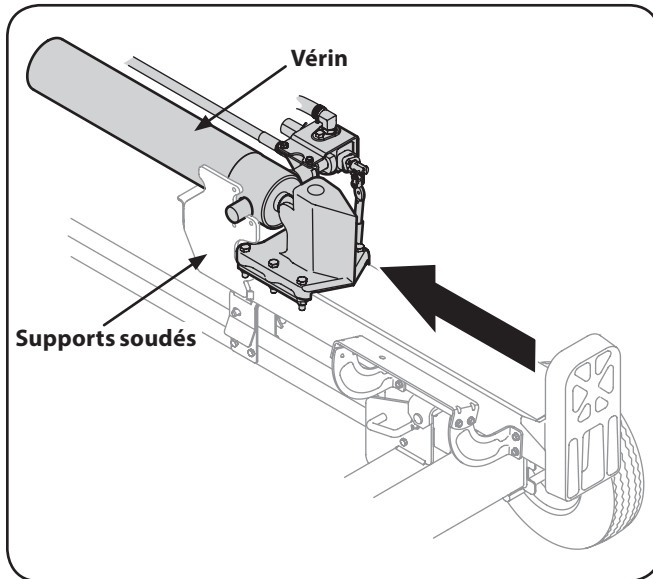

Figure 3-6
- Soulevez le vérin et faites-le glisser jusqu'à l'extrémité de la poutre pour le placer sur les supports soudés. Voir Figure 3-6.